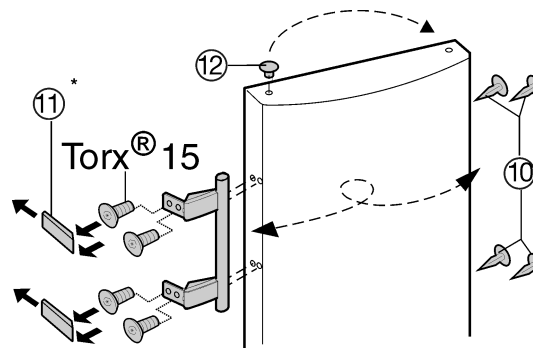

Fig. 6
- ▶ Løft proppen Fig. 6 (12) ud af dørlejets bøsning og flyt den.
- ▶ Dørhåndtag, prop Fig. 6 (10) og trykplader Fig. 6 (11) afmonteres og flyttes til den modsatte side.